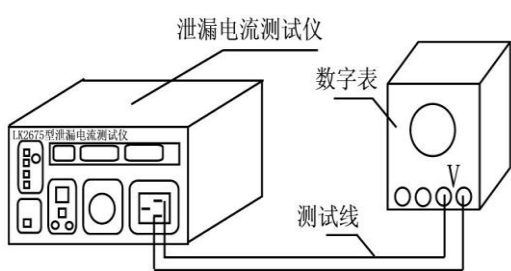

图 5
(1) 如图 5 所示，将数字表与此 LK2675A/B/C 测试仪输出端连接（红表笔接相线端，黑表笔接地线端。）
(2) 先确定调压器输出为“0”，按下启动钮，缓慢调节调压器升电压，以 100V 为基准，其余校准点为 150V 、 200V 、 250V。
(3) 以上输出电压指示误差 3%，若不在范围之内，调节主板上的电位器 W2 使其达到指标要求。